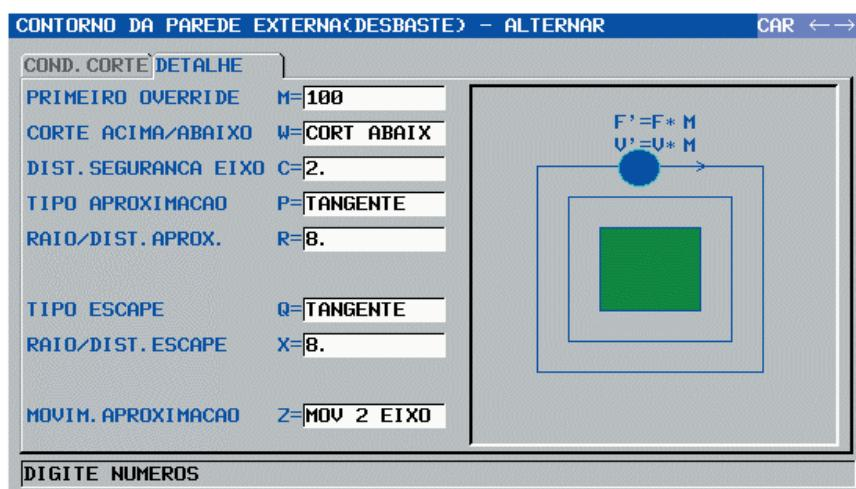

Figura 18 - Janela “DETALHE” - Ciclo de Contorno Fechado
- Preencher os campos conforme a figura 18